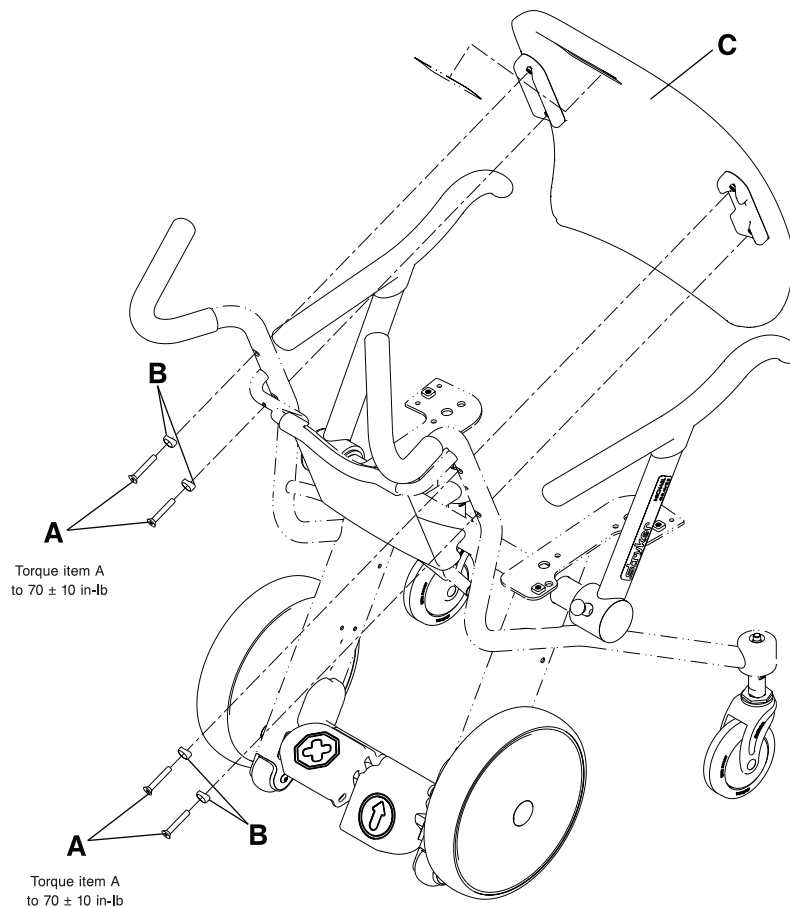

Abbildung 3-20: Entfernung der Rückenlehne
2. Mit einem 3/16-Zoll-Sechskantschlüssel die vier Senkkopf-Innensechskantschrauben (A) und Adapter (B) entfernen, um die Rückenlehne (C) vom Stuhlrahmen zu lösen. Schrauben, Adapter und Rückenlehne aufheben (Abbildung 3-20 auf Seite 3-38).
3. Beim Wiedereinbau der Rückenlehne mit einem 3/16-Zoll-Sechskantschlüssel die vier Senkkopf-Innensechskantschrauben (A) und Adapter (B) (die in Schritt 2 entfernt wurden) installieren, um die Rückenlehne (C) am Stuhlrahmen zu befestigen (Abbildung 3-20 auf Seite 3-38). Die Schrauben mit einem Drehmomentschlüssel mit 3/8-Zoll-Antrieb auf  $70 \pm 10$  in-lb ( $8 \pm 1,1$  Nm) festziehen.